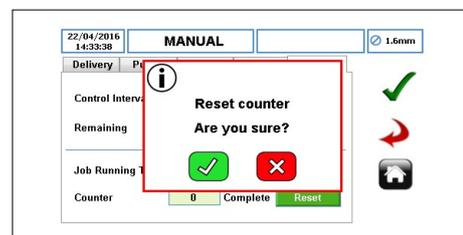

Figure 22 Réinitialiser le compteur
- ICÔNE « RÉINITIALISER » – réinitialise le nombre de doses/séries terminées avec le fichier de travail sélectionné. Lorsque l'utilisateur sélectionne cette icône, une invite s'affiche comme indiqué à la figure 22.